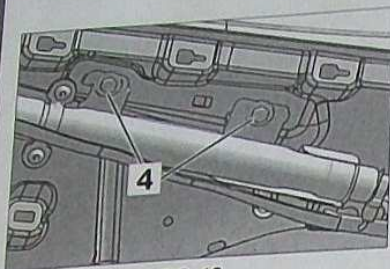

FIG. 19
Déposer les vis (4) et dégager le support (Fig.19)